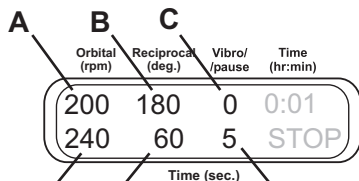

Рис. 8
5.8.3. Орбитальное движение + Возвратно-поступательное движение + Пауза (рис. 8 и 9). Установите скорость вращения платформы (A) (20–250 об/мин) и время вращения (D) (1–250 с), затем - угол поворота (B) (1–360°) и время возвратно-поступательного движения (E) (1–250 с).